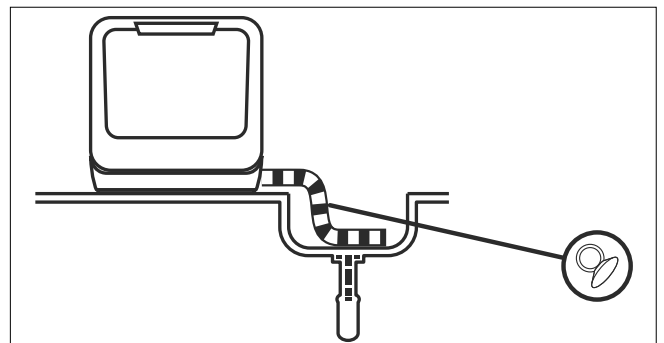
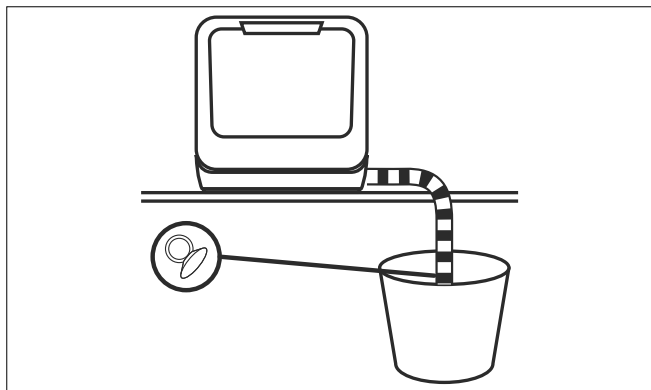

Fig. 10 – Desagüe en un fregadero
Fig. 11 – Descarga en un contenedor
- ▶ Enganche el extremo de la manguera de vaciado en un fregadero (véase **Fig. 10**) o en un recipiente suficientemente grande (véase **Fig. 11**).